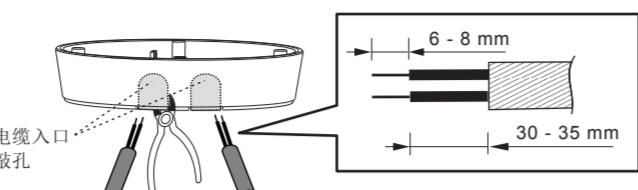

图 14
4.4.3.2 如要将交流电缆从接线盒侧面嵌入，请使用斜嘴钳剪开接线盒侧面电缆入口的敲孔，然后将电缆插入接线盒并拉出。将电缆包皮剥去 6 - 8 mm，用于布线（见图 14）。